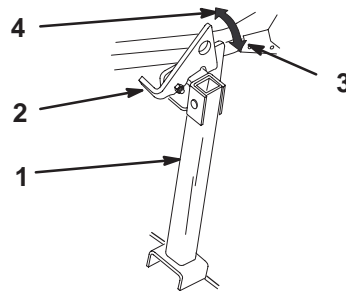

Figure 26
1. Relevez le verrou   la position d verrouill e (Fig. 26).